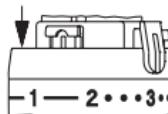

Abb. 7
2. Zur unteren Begrenzung wird ein Element, wie abgebildet, in die Position eine Nut vor der Merkzahl „2“ eingesteckt (Abb. 7).